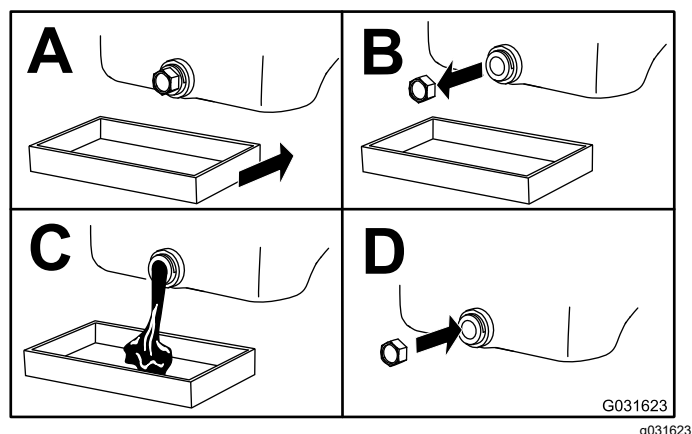

Figura 47
3. Cambie el aceite del motor, según se muestra en Figura 47.